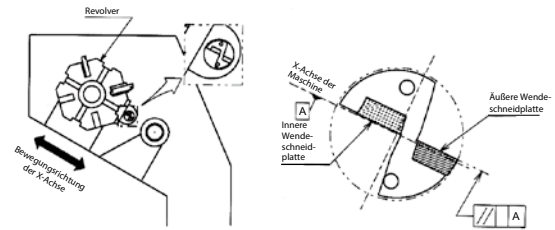
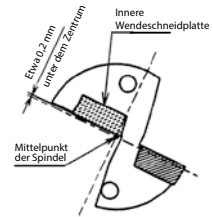

Abb. 1 Befestigung am Drehautomaten
Abb. 5 Vorderansicht des Bohrers
1. Den Korrekturwert auf der Skala des Excenterhülsenbunds an der Referenzmarkierung des Bohrers ausrichten. (Abb. 1)
- Dazu die äußere Wendeschneidplatte gemäß Abb. 1 in Richtung Bediener weisend einstellen. (Dies kann auch durch Einstellen um 180° gedrehten Position erreicht werden). Bei Drehautomaten mit zwei Revolvern muss beim Einbau des Bohrer des unteren Revolvers die äußere Wendeschneidplatte in Richtung Bediener weisen. (Er kann auch um 180° gedreht eingebaut werden.)
Wenn die innere Wendeschneidplatte gemäß Abb. 1 eingesetzt wurde, liegt sie etwa 0,2 mm unter dem Spindelzentrum (Abb. 5) Dies ist die Normalposition der Zentrumshöhe. Der Bohrer wurde auf diese ausgelegt. Falls sich jedoch der Revolver außerhalb des Spindelzentrums befindet, kann die innere Wendeschneidplatte über dem Zentrum oder weit unter ihm liegen. Für problemloses Bearbeiten muss die die Einstellung der Zentrumshöhe sorgfältig überprüft werden.